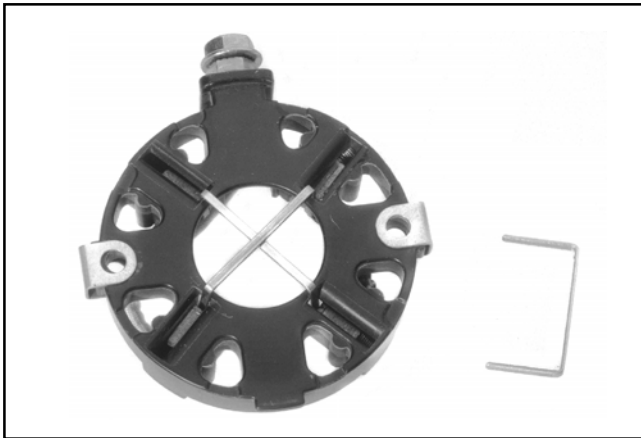

Figura 8-38. Cappuccio terminale del commutatore di tipo "B" con spazzole.
4. Se il gruppo spazzole non è stato sostituito, posizionare le spazzole nelle relative cavità nel portaspazzole. Portarle in posizione ritratta e fissarle con le graffette di cartone. Vedere Figura 8-38.